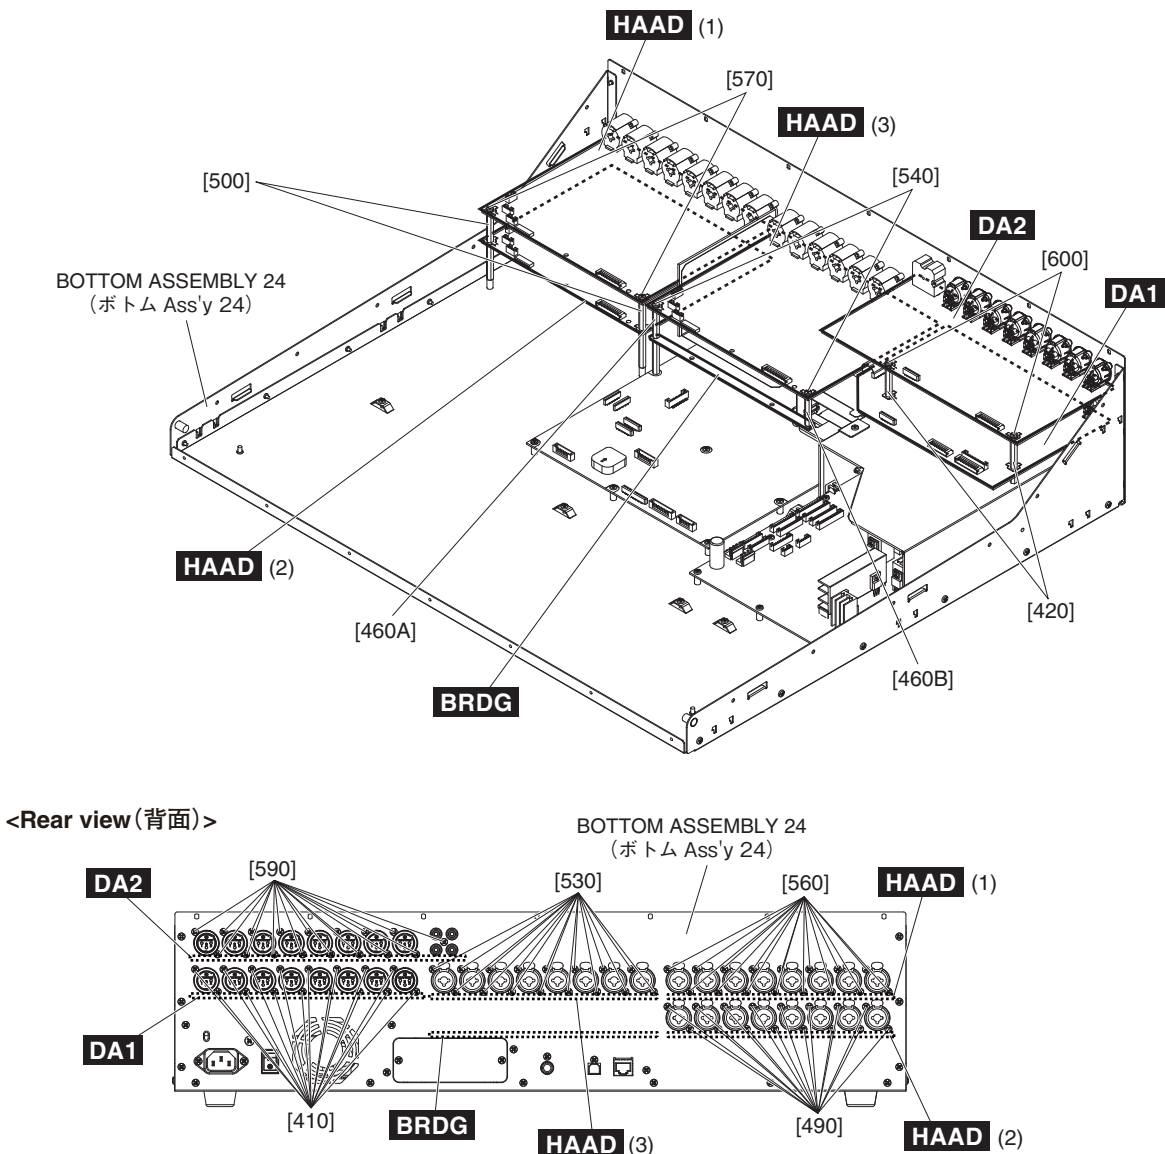

Fig. 6 (図 6)
- A-1-3 Remove the seventeen (17) screws marked [590] and two (2) screws marked [600]. The DA2 circuit board can then be removed. (Fig. 6)
* **When installing the DA2 circuit board, partially tighten the screws marked [600], then fully tighten the screws marked [590] followed by the screws marked [600]. (Fig. 6)**
- A-1-3 [590] のネジ 17 本と [600] のネジ 2 本を外して、DA2 シートを外します。(図 6)
- ※ DA2 シートを取り付ける際は、[600] のネジを仮締めをした後、[590] のネジを本締めしてから [600] のネジを本締めしてください。(図 6)
- A-2-4 Remove the sixteen (16) screws marked [410] and two (2) hexagonal spacers marked [420]. The DA1 circuit board can then be removed. (Fig. 6)
* **When installing the DA1 circuit board, partially tighten the hexagonal spacers marked [420], then fully tighten the screws marked [410] followed by the hexagonal spacers marked [420]. (Fig. 6)**
- A-3-3-1 Remove the sixteen (16) screws marked [560] and two (2) screws marked [570]. The HAAD (1) circuit board can then be removed. (Fig. 6)
* **When installing the HAAD (1) circuit board, partially tighten the screws marked [570], then fully tighten the screws marked [560] followed by the screws marked [570]. (Fig. 6)**
- A-3-4-1 Remove the HAAD (1) circuit board. (See procedure A-3-3)
- A-3-4-2 Remove the sixteen (16) screws marked [490] and two (2) hexagonal spacers marked [500]. The HAAD (2) circuit board can then be removed. (Fig. 6)
* **When installing the HAAD (2) circuit board, partially tighten the hexagonal spacers marked [500], then fully tighten the screws marked [490] followed by the hexagonal spacers marked [500]. (Fig. 6)**
- A-3-5-2 Remove the sixteen (16) screws marked [530] and two (2) screws marked [540]. The HAAD (3) circuit board can then be removed. (Fig. 6)
* **When installing the HAAD (3) circuit board, partially tighten the screws marked [540], then fully tighten the screws marked [530] followed by the screws marked [540]. (Fig. 6)**
* **The circuit boards from HAAD (1) – HAAD (3) are used for the following channels:**
- HAAD (1) circuit board: INPUT CH 1 – 8
- HAAD (2) circuit board: INPUT CH 9 – 16
- HAAD (3) circuit board: INPUT CH 17 – 24
- A-2-4 [410] のネジ 16 本と [420] の六角スペーサ 2 本を外して、DA1 シートを外します。(図 6)
※ DA1 シートを取り付ける際は、[420] の六角スペーサを仮締めをした後、[410] のネジを本締めしてから [420] の六角スペーサを本締めしてください。(図 6)
- A-3-3 **HAAD (1) シート (所要時間: 約 8 分)**
- A-3-3-1 [560] のネジ 16 本と [570] のネジ 2 本を外して、HAAD (1) シートを外します。(図 6)
※ HAAD (1) シートを取り付ける際は、[570] のネジを仮締めをした後、[560] のネジを本締めしてから [570] のネジを本締めしてください。(図 6)
- A-3-4-1 HAAD (1) シートを外します。(A-3-3 項参照)
- A-3-4-2 [490] のネジ 16 本と [500] の六角スペーサ 2 本を外して、HAAD (2) シートを外します。(図 6)
※ HAAD (2) シートを取り付ける際は、[500] の六角スペーサを仮締めをした後、[490] のネジを本締めしてから [500] の六角スペーサを本締めしてください。(図 6)
- A-3-5-2 [530] のネジ 16 本と [540] のネジ 2 本を外して、HAAD (3) シートを外します。(図 6)
※ HAAD (3) シートを取り付ける際は、[540] のネジを仮締めをした後、[530] のネジを本締めしてから [540] のネジを本締めしてください。(図 6)
- A-4-5-1 Remove the hexagonal spacer marked [460A] and the hexagonal spacer marked [460B]. The BRDG circuit board can then be removed. (Fig. 6)
(図 6)